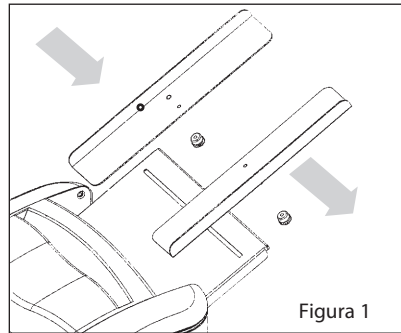

Figura 1
1. Insertar las guías de papel en la bandeja de papel como se muestra en la figura 1. Para ello, retirar las tuercas de plástico negras y quitar los espaciadores de las guías. Una vez hecho esto, instalar los espaciadores desmontados sobre las guías de papel y volver a atornillar las tuercas en las guías de papel y apretar. A continuación, agregar las guías de papel a la máquina como se muestra en la figura 2.